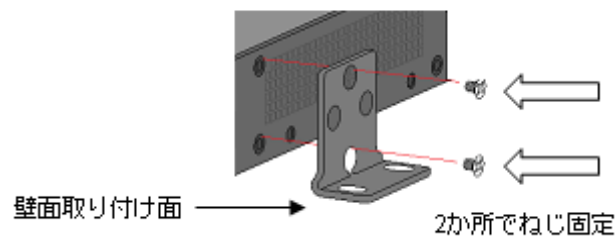

図 7-7 装置前面側で固定
- 2) 取付金具は、図 7-7に示すように取付金具の壁面取り付け面と装置底面が並行になるようにし、取付金具 1 個に対してネジ 2 本を使って装置本体に必ず 2 か所で固定してください。